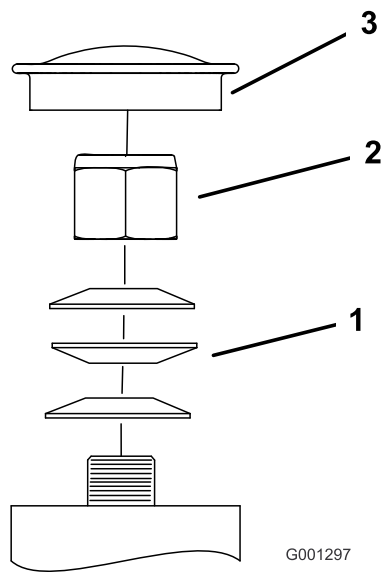

Figura 61
3. Retire el tapón guardapolvo de la rueda giratoria y apriete la contratuerca (Figura 61).
4. Apriete la contratuerca hasta que las arandelas de muelle estén planas, luego afloje 1/4 de vuelta para establecer la pre-carga correcta de los cojinetes ( ).Figura 61
**Importante:** Asegúrese de que las arandelas de muelle están correctamente instaladas, según se muestra en Figura 61.
5. Coloque el tapón guardapolvo (Figura 61).